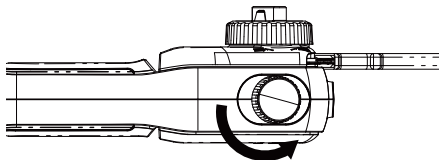

Fig. 14
2. Nettoyez la zone autour du bouchon du réservoir d'huile avec un chiffon et dévissez le bouchon en le tournant dans le sens inverse des aiguilles d'une montre. (Fig. 14)